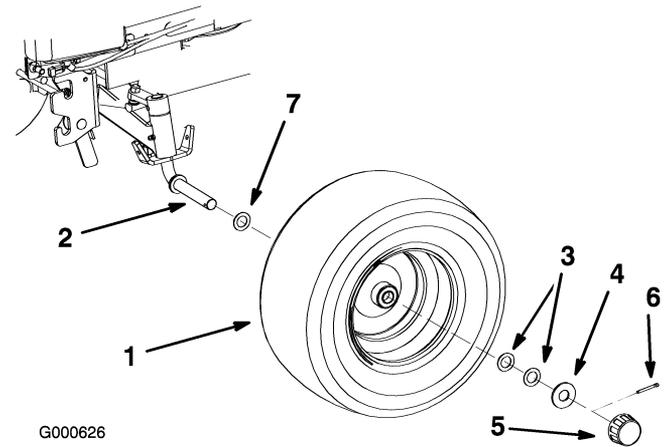

Figure 7
1. Sortez les roues de la caisse (Figure 7).
2. Montez une rondelle mince (20 mm [3/4 pouce]) sur l'arbre de roue (Figure 7).
3. Glissez la roue sur l'arbre de roue, la valve dirigée vers l'intérieur (Figure 7).
5. Insérez une goupille fendue dans l'arbre de roue et repliez les extrémités vers l'extérieur (Figure 7).
6. Poussez le couvre-moyeu au bout de l'arbre de roue pour l'enclencher sur la rondelle (Figure 7).